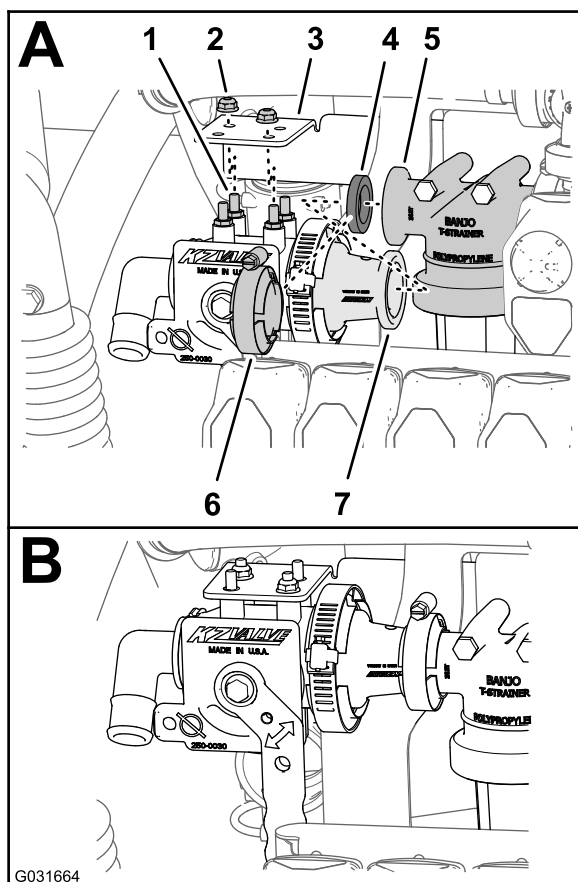

Figura 223
- Alinee la junta a la brida del cabezal del filtro (Figura 223).
brida de la válvula de cierre de líquido con la brida del cabezal del filtro y la junta (Figura 223).
- Monte la válvula de cierre de líquido al bastidor de la válvula de cierre con 2 contratuercas con arandela prensada (1/4") (Pieza Toro N° 119-6897) en 2 espárragos alineados diagonalmente de la válvula de cierre de líquido, tal y como se muestra en la Figura 223.
- Sujete el adaptador de brida de la válvula de cierre de líquido a la brida del cabezal de filtro con la abrazadera (Figura 223) que desmontó en 3 de Preparación para la instalación de la válvula de cierre de líquido para el eyector (página 105).